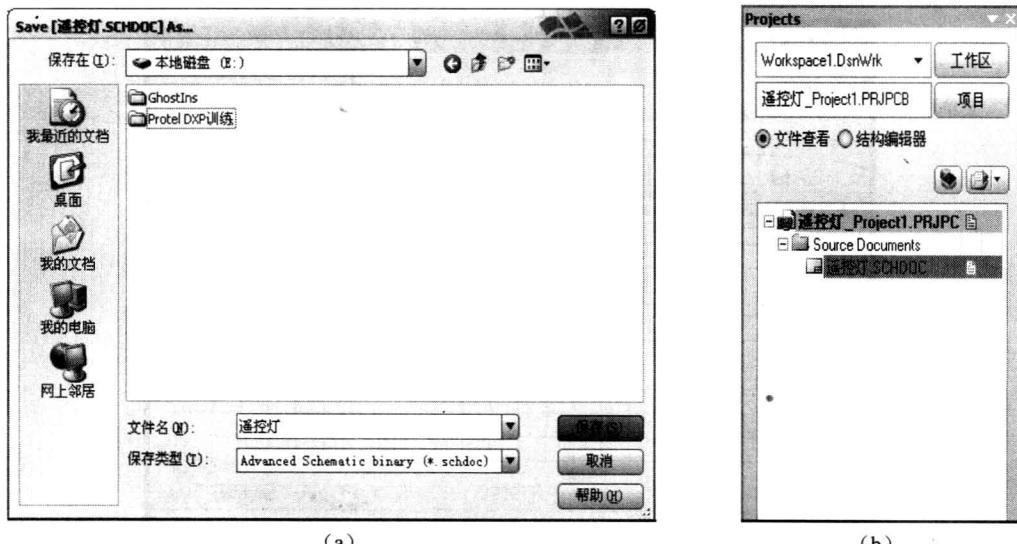

图1-22 保存原理图文件
⑤ 在弹出的保存文件对话框中，选择保存的路径并重命名（图 1-22 (a)），这时在 Projects 面板中，新建的原理图文件就会更名为“遥控灯.SCHDOC”（图 1-22 (b)）。